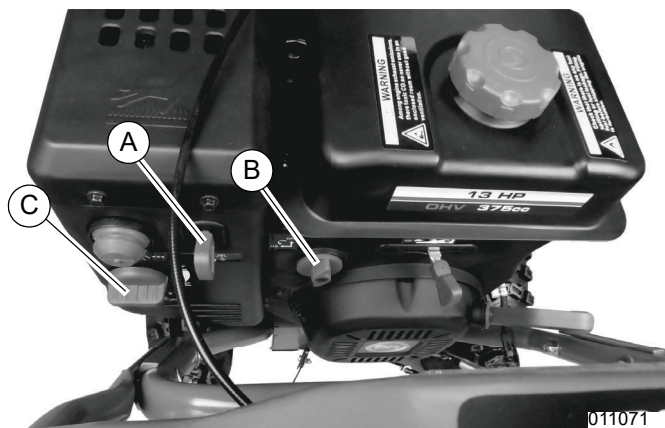

Figura 3-3. Arranque eléctrico
2. Consulte la Figura 3-3. Inserte la llave (A) en la ranura.